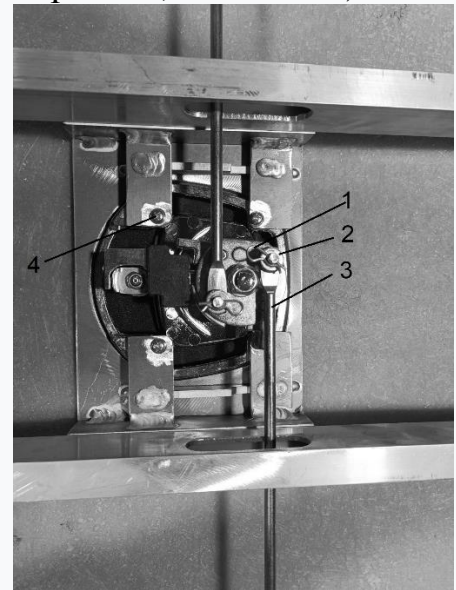

Рис. 5.14
- 4 витягнути два шплінти (1) (рис. 5.14);
- 5 зняти дві зменшені шайби (2) та витягнути дві тяги (3) (рис. 5.14);
- 6 відкрутити чотири гвинти(4) (рис. 5.14);